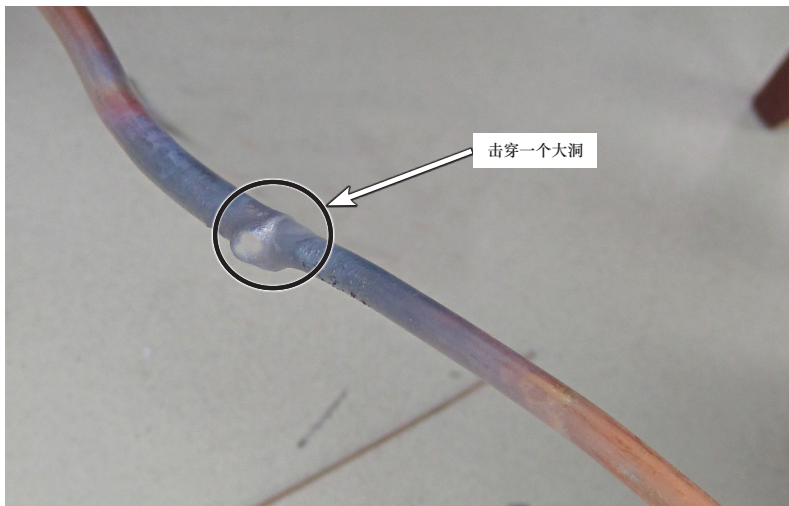

图 4-43 B 线与铜管打火导致击穿一个大洞
4) 检查室内到室外之间的线路。发现供电线路中间有接头，且 B 相线已露出铜导线，与铜管发生打火现象，并将铜管击穿一个大洞，如图 4-43 所示，制冷剂已经漏完。